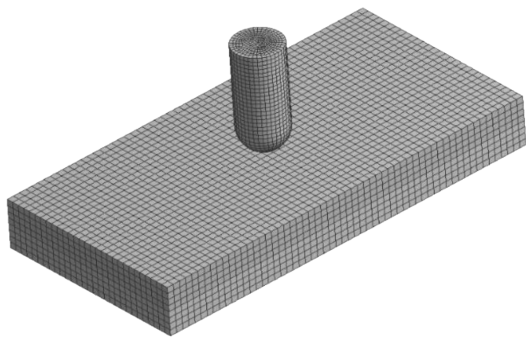

图 6-18 网格划分
(3) 生成网格：右键单击【Mesh】→【Generate Mesh】，图形区域显示程序生成的网格模型，如图 6-18 所示。
(4) 网格质量检查：在导航树里单击【Mesh】→【Details of “Mesh”】→【Quality】→【Mesh Metric】=Skewness，显示 Skewness 规则下网格质量详细信息，平均值处在好水平范围内，展开【Statistics】显示网格和节点数量。